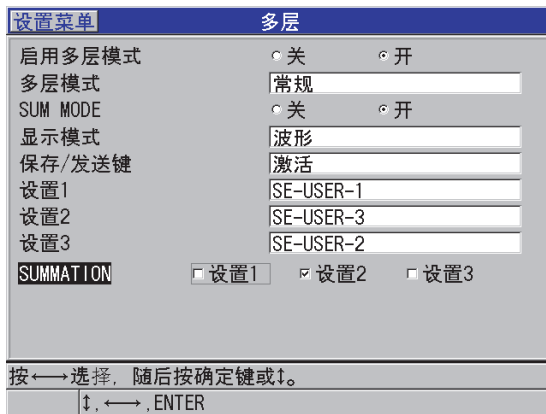

图 7-7 在常规模式下设置多层测量参数
5. 在**多层**屏幕下（参见第 108 页的图 7-7）：